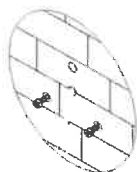

Fig. 2
3. Insérer les vis (fournies) dans les deux trous du bas comme en **Fig. 2**. Ne pas les serrer entièrement.